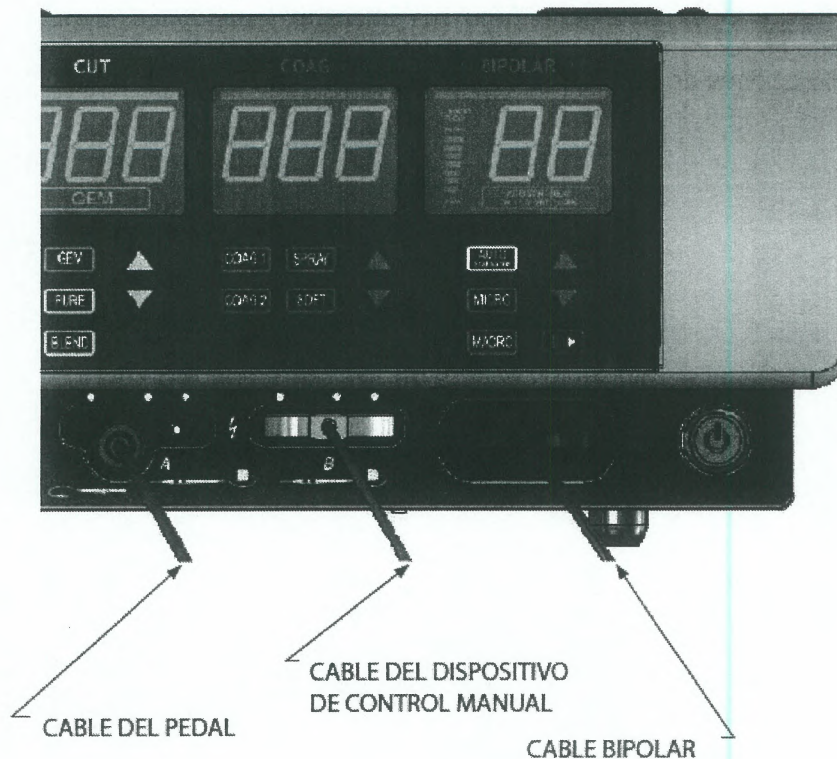

Figura 4
**Accesorios activos:** los accesorios activos son los lápices monopolares, los electrodos monopolares, los cables de los pedales monopolares y los cables bipolares. Ethicon le recomienda usar la gama de accesorios activos Megadyne™, incluidos los electrodos E-Z Clean™. Introduzca los accesorios activos en sus respectivas tomas y asegúrese de que no quede expuesta ninguna superficie metálica (figura 4).
**Activar el generador:** para activar el generador, lleve el botón de encendido/apagado a la posición de encendido (ON). El interruptor se pondrá de color verde. El generador iniciará de forma automática la secuencia de diagnóstico. Compruebe lo siguiente: